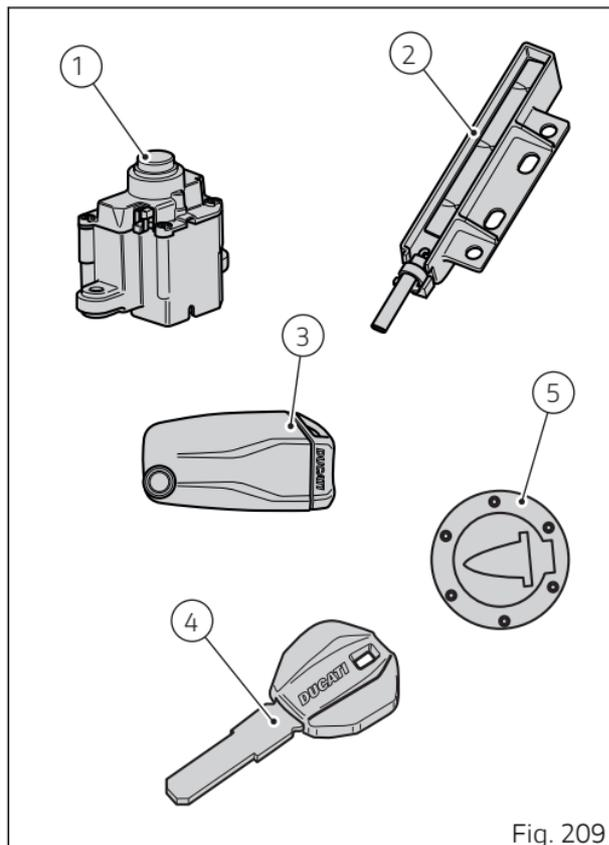

Fig. 209
Le bloc « Hands free » (1, Fig. 209) est situé sur la partie avant du réservoir et pour y accéder il faut déposer le cache de protection (8) en le soulevant vers le haut.
Le key on se fait en appuyant sur le bouton (6) sur le guidon, et en présence de la clé active (3, Fig. 209).
Le key off se fait en appuyant sur le bouton (6) sur le guidon, même en l'absence de la clé (3, Fig. 209) uniquement lorsque la vitesse du véhicule est égale à zéro.
Le key on se fait en appuyant sur le bouton (7) du bloc Hands Free (1, Fig. 209) et avec la présence de la clé active (3, Fig. 209).
Le key off se fait en appuyant sur le bouton (7) du bloc Hands Free (1, Fig. 209), même en l'absence de la clé (3, Fig. 209).
Le key on se fait en appuyant sur le bouton gris (6) sur le guidon, et en présence de la clé passive (4, Fig. 209).
Le key off se fait en appuyant sur le bouton gris (6) sur le guidon, même en l'absence de la clé (4, Fig. 209) uniquement lorsque la vitesse du véhicule est égale à zéro.
Le key on se fait en appuyant sur le bouton (7) du bloc Hands Free et en présence de la clé passive (4, Fig. 209).
Le key off se fait en appuyant sur le bouton (7) du bloc Hands Free (1, Fig. 209), même en l'absence de la clé (4, Fig. 209).
Le key on se fait en appuyant sur le bouton (7) du bloc Hands Free (1, Fig. 209) en l'absence des clés (3) et (4), et en saisissant le pin code sur le tableau de bord. Le key off se fait en appuyant sur le bouton (6) du guidon.